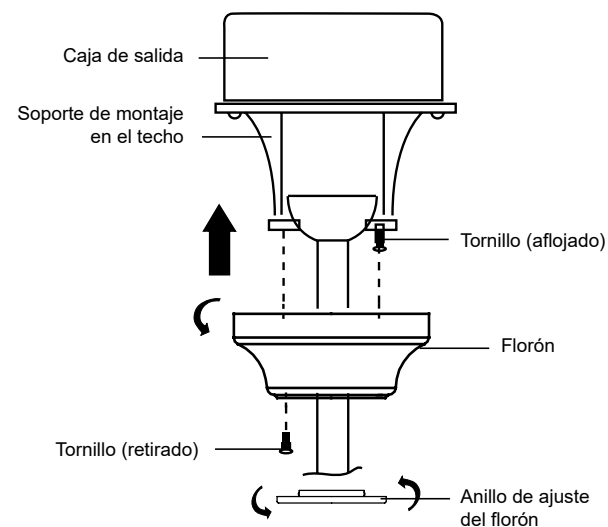

Figura 11
Paso 2. Eleve cuidadosamente el florón hasta el soporte de montaje del techo y coloque la ranura de orificio alargado en el florón, sobre la cabeza del tornillo del soporte del montaje del techo. Gire el florón hasta que este se trabe en su lugar con el tornillo en la sección angosta de la ranura de orificio alargado. **(Figura 11)**
NOTA: Ajuste los tornillos según sea necesario hasta que el florón y el anillo de ajuste del florón queden firmemente ajustados. **(Figura 11)**
Instrucciones de la Variación 2: Fije el anillo de ajuste del florón al florón levantando cuidadosamente el anillo de ajuste del florón hasta el florón, alineando las lengüetas en la cubierta del florón con las muescas del florón y girando la cubierta del florón (en el sentido de las manecillas del reloj) en el florón hasta el límite. **(Figura 11)**